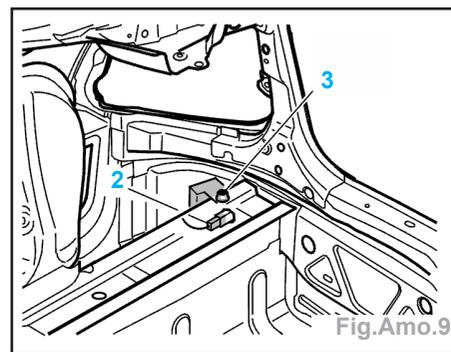

Fig.Amo.9
- Débrancher le connecteur de l'amplificateur d'antenne, déposer la vis (3) et le support (fig.Amo.9).